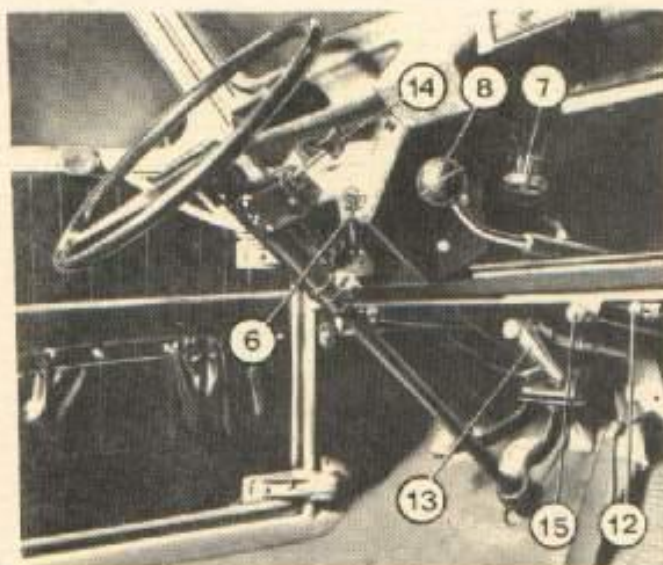

Fig. 1
Poner en contacto (fig. 1). Asegúrese que la palanca de velocidades esté en punto muerto (fig. 5). No apretar el pedal de embrague.
- 2) Tirar **completamente a fondo** del cebador con una mano y del arranque con la otra (fig. 1 y 2).